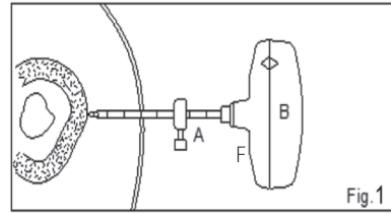

Fig.1
FIG. 1 Dependiendo de la profundidad del hueso que debe alcanzarse, ajuste el medidor de profundidad en la cánula de corte (A) al marcador de centímetro adecuado y ajuste para ofrecer guía visual. Introduzca al girar en sentido antihorario la cánula de corte y el estilete y el mango ensamblados (A+B+F) hasta que se enganchen con la superficie del hueso.